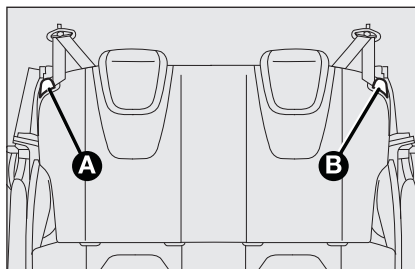

fig. 45
(le cas échéant) fig. 45**
- actionner les leviers **A** ou **B**-fig. 45 pour débloquer respectivement la partie gauche ou droite du dossier et accompagner le dossier sur le coussin.
- actionner les leviers **A** et **B**-fig. 45 pour débloquer les dossiers et les replier sur le coussin.